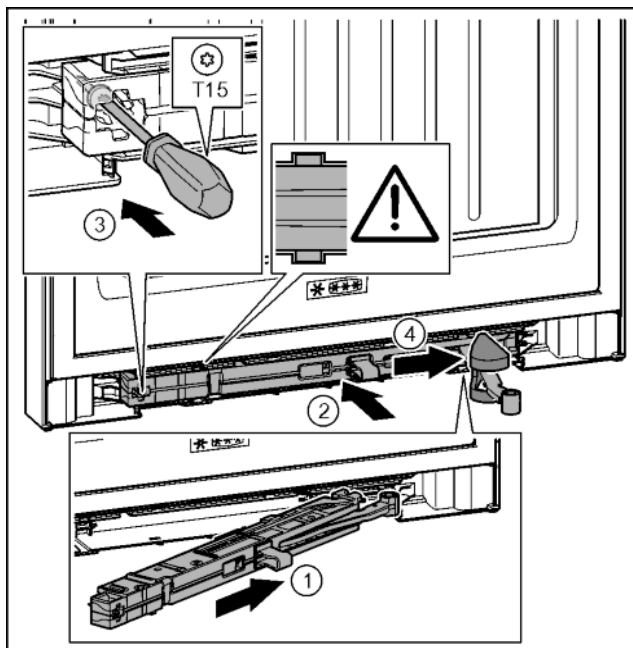

Fig. 44
- ▶ Durvju amortizatora mezglu gultņa balsta pusē līdz galam slīpi iebīdīet padziļinājumā. *Fig. 44 (1)*
- ▶ Durvju amortizatora mezglu pilnībā iebīdīet padziļinājumā. *Fig. 44 (2)*
- ▶ Ar skrūvgriezi T15 pieskrūvējiet skrūvi. *Fig. 44 (3)*
- ▶ Uzbīdīet pārsegu pāri šarnīram. *Fig. 44 (4)*